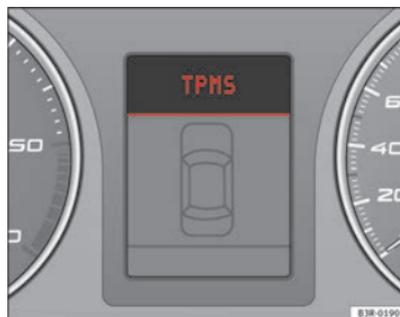
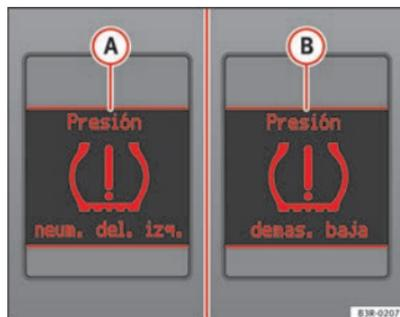

Fig. 45 Afficheur : défaut du système
Fig. 46 Afficheur : alerte avec message d'alerte ▶
Le témoin jaune (L) s'allume d'une manière permanente lorsque le système est endommagé ou que la pression de gonflage d'au moins l'un des pneus est trop basse. En cas de défaut du système, l'affichage TPMS s'allume dans l'afficheur central du tableau de bord ⇒ page 68, fig. 45. En cas de perte de pression rapide des pneus, le message (A) apparaît sur l'afficheur central du tableau de bord ⇒ page 68, fig. 46. En cas de perte de pression lente des pneus, le message (B) apparaît sur l'afficheur central du tableau de bord ⇒ page 68, fig. 46. Ce message ne précise pas le pneu concerné. Si c'est le cas :